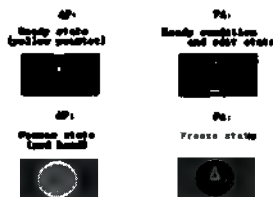

Рис. 7-1: Значок пациента
- Значок пациента. Круглый значок, используется для указания ориентации головы пациента, а также для отображения текущего рабочего состояния системы (Рис. 7-1).